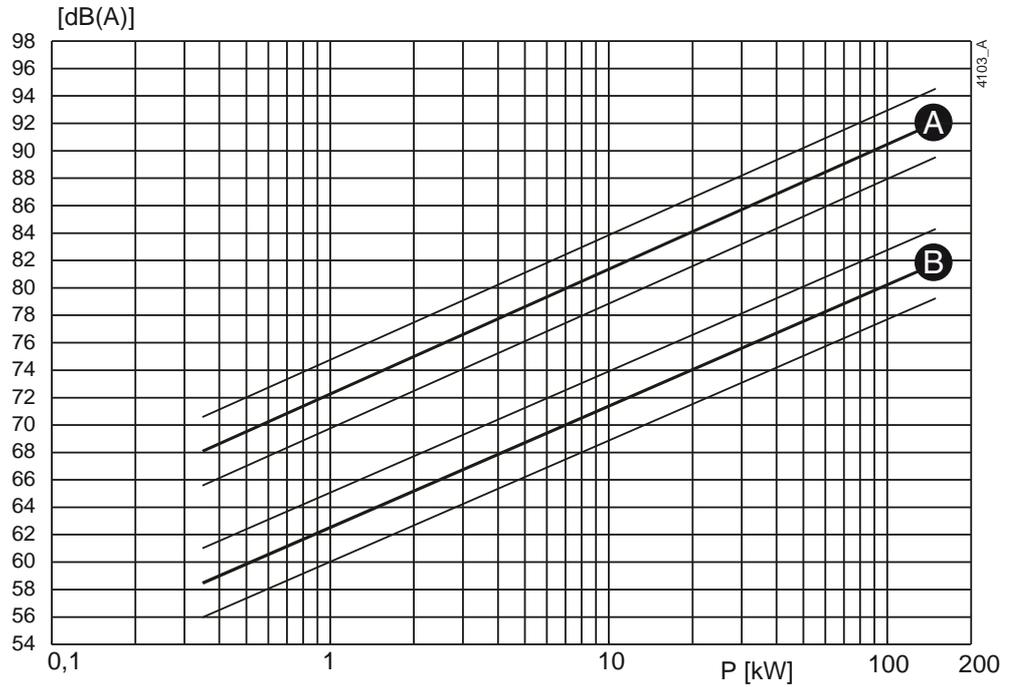
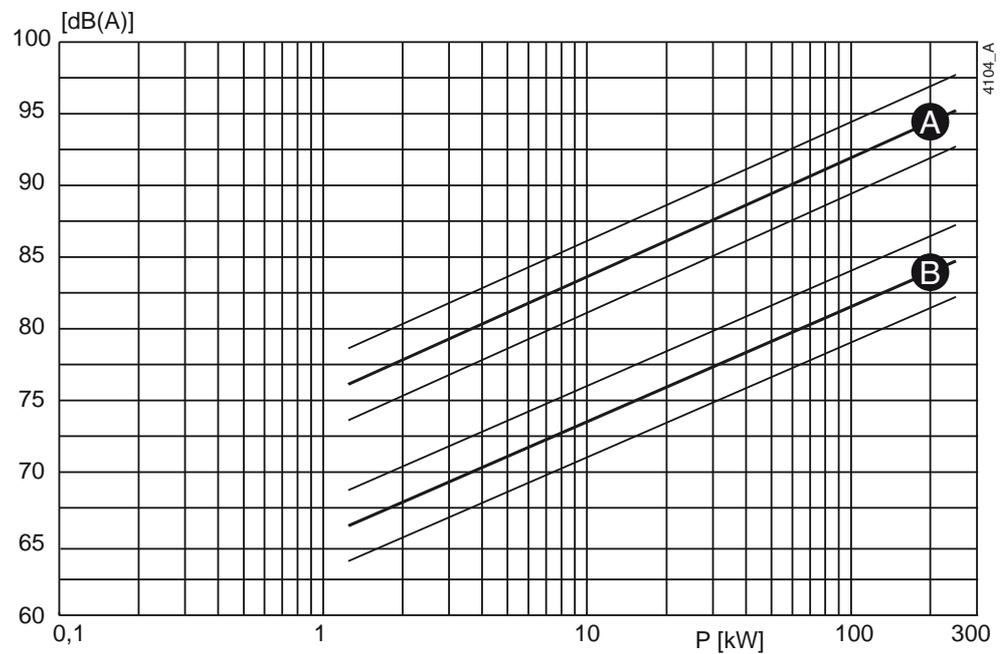

Figura 61: El ruido como función de la capacidad de la bomba [kW] a 1450 min^{-1}
Figura 62: El ruido como función de la capacidad de la bomba [kW] a 2900 min^{-1}
- 1 Para determinar el nivel de ruido (L1) de la bomba, consulte Figura 61 o Figura 62.